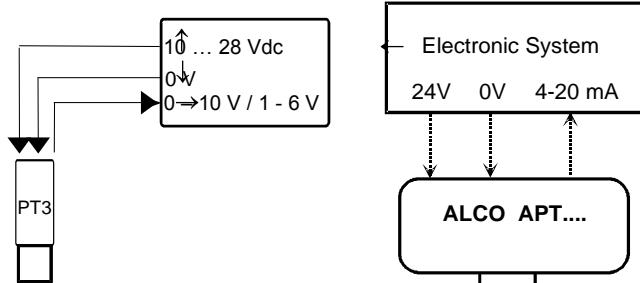

Fig. 3:
- 2 fili: vedi Fig. 2 / 3 fili: vedi Fig. 3
- Drieleider aansluiting: zie fig. 3